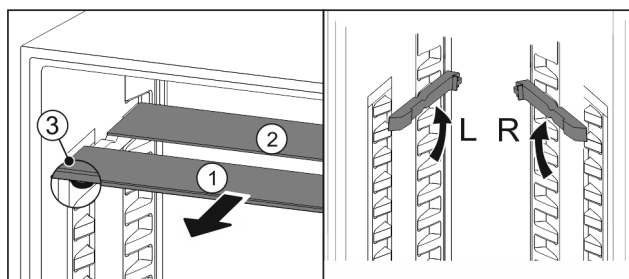

Fig. 57
- ▶ Sortir les tablettes par l'avant Fig. 57 (1).
- ▷ La tablette en verre Fig. 57 (1) avec bordure décorative est située à l'avant.
- ▷ Les butées Fig. 57 (3) sont orientées vers le bas.